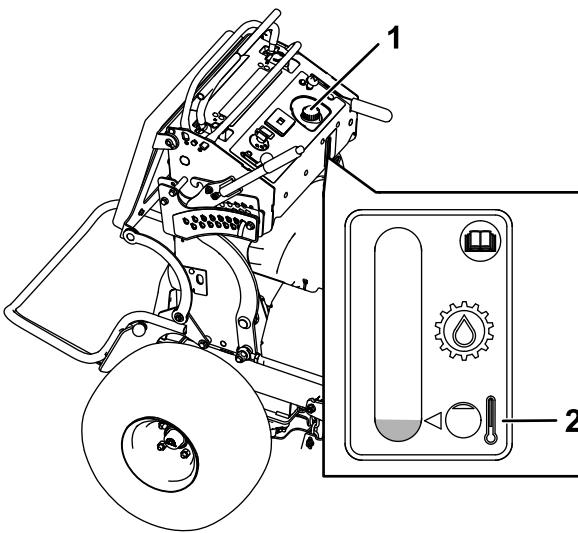

Figure 77
4. Nettoyez la surface autour du bouchon et du goulot de remplissage du réservoir hydraulique (Figure 77).
5. Enlevez le bouchon du goulot de remplissage (Figure 77).